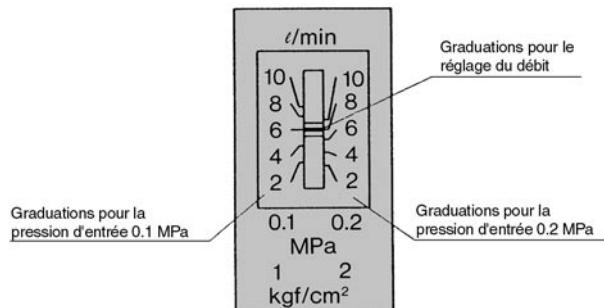

Fig.1
- ① Pour régler le débit, retirez le couvercle supérieur et tournez la vis de réglage du débit à l'aide d'un tournevis; (rotation horaire: accroissement du débit, rotation antihoraire: diminution du débit).
- ② Alignez l'index sur la graduation à gauche de la plaque signalétique si la pression d'alimentation est de 0.1MPa, et sur la graduation de droite si la pression est 0.2MPa. (Voir fig.1)
- ③ Le point de départ du débit est sur ON. Néanmoins, lors d'un contact 1a, le signal ON apparaît si le fluide présente un débit supérieur au débit de départ. Pour un contact 1b, le signal OFF apparaît lorsque le débit est inférieur au débit de départ par rapport au volume correspondant à l'hystérésis.
- ④ Si la pression d'entrée dépasse 0.2MPa, le réglage ne peut pas s'effectuer par la graduation de la plaque signalétique de la fenêtre. Par conséquent, installez un débitmètre sur le côté sortie du détecteur afin de procéder au réglage.
- ⑤ Afin d'éviter les vibrations produites par la fluctuation du débit, la différence entre le débit de départ et le débit d'utilisation doit être la plus large possible.
- ⑥ Veuillez ne pas dépasser la pression d'utilisation maxi et le débit maxi.